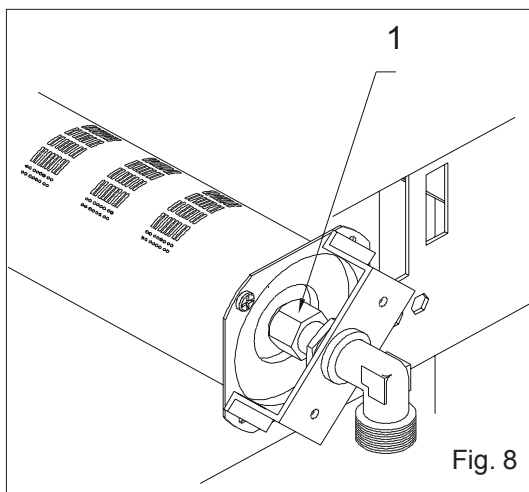

Fig. 8
- Accéder au brûleur et, avec la clé prévue à cet effet, dévisser la buse 1 à remplacer (Fig. 8).